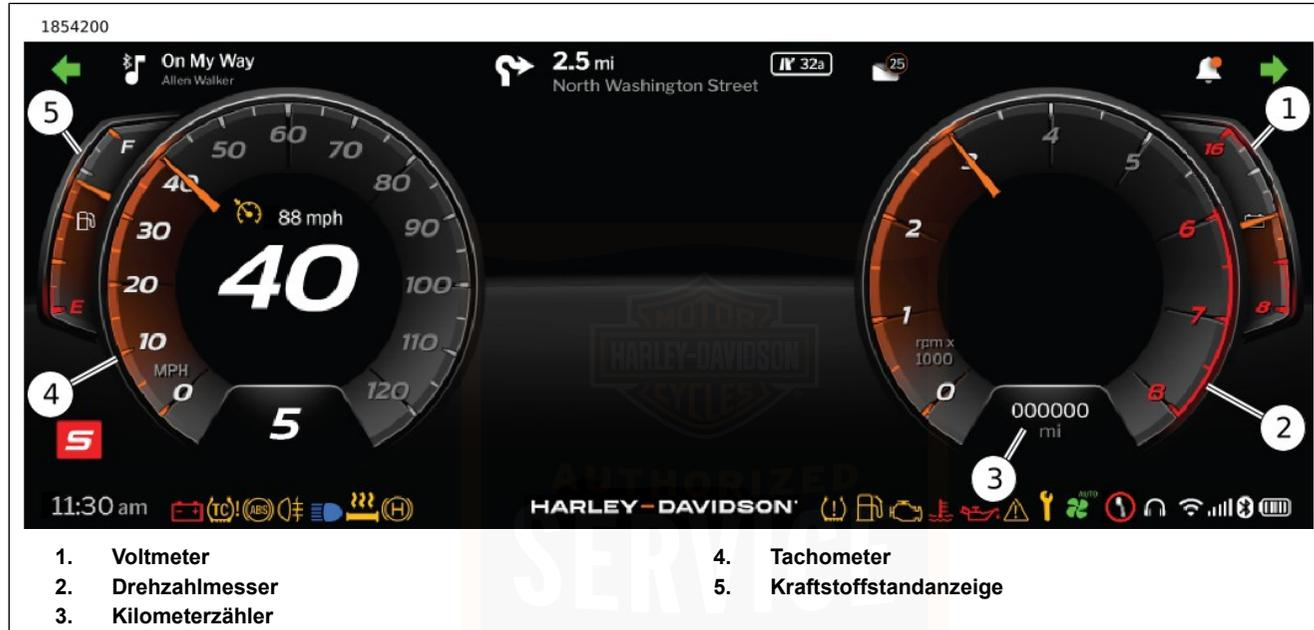

Abbildung 27. IFCU-Instrumente
Siehe Abbildung 27. Die aktuelle Fahrgeschwindigkeit wird auf dem Tachometer (4) im IFCU -Anzeigemodul angezeigt. Die zurückgelegten Kilometer werden im Display des Kilometerzählers (3) angezeigt.
Siehe Abbildung 27. Der Tachometer (4) registriert die Vorwärtsgeschwindigkeit in Kilometer pro Stunde und/oder Meilen pro Stunde (US-Modelle).
Siehe Abbildung 27. Der Drehzahlmesser (2) misst die Motordrehzahl in Umdrehungen pro Minute (U/min x 1000).
Siehe Abbildung 27. Die Kraftstoffstandanzeige (5) zeigt den ungefähren Kraftstoffstand im Kraftstofftank an.
Siehe Abbildung 27. Das Voltmeter (1) zeigt die an der elektrischen Anlage gemessene Spannung an. Wenn der Motor mit einer Drehzahl von mehr als 1500 U/min betrieben
Siehe Abbildung 27. Der Kilometerzähler (3) zeigt die Gesamtzahl der zurückgelegten Kilometer für das Motorrad an. Den Tageskilometerschalter drücken, um zwischen den verschiedenen Widget-Anzeigen zu wechseln.